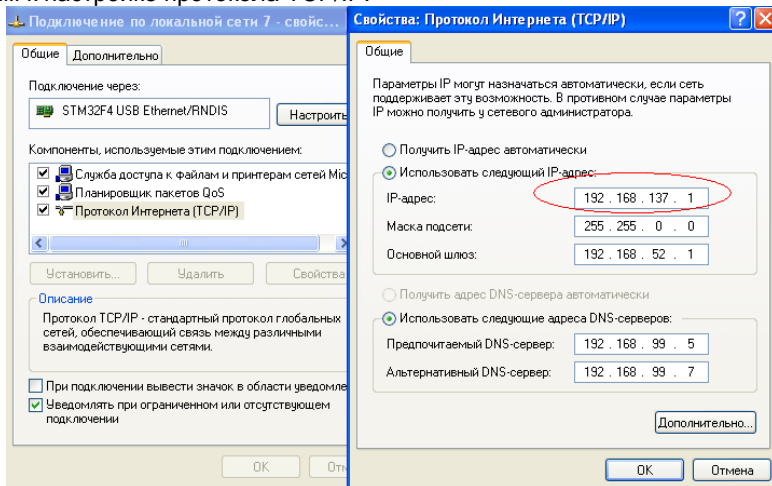

Рис. 26
16. Установить винт в пломбирочную чашку (Рис. 26)